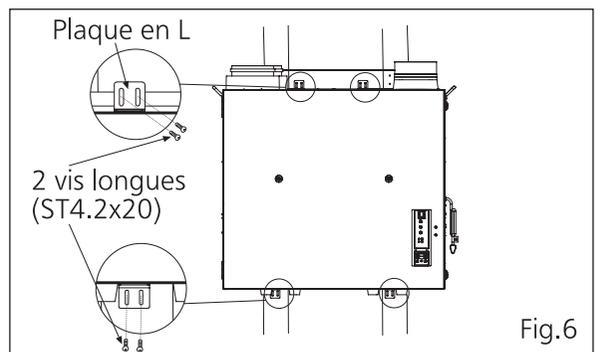

Fig.6
4. Fixez la plaque en L sur le montant avec des vis longues (ST4.2X20). (Fig. 6)